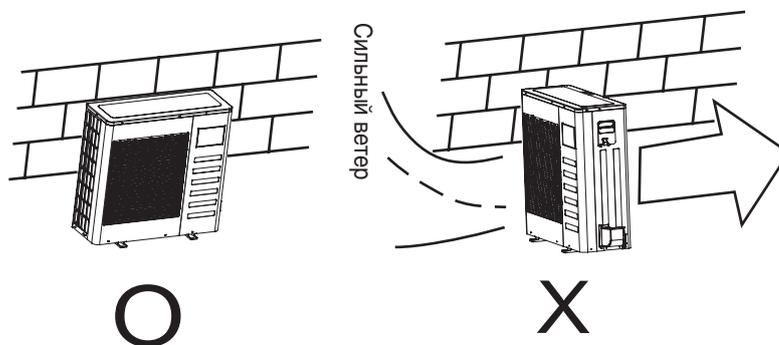

Рис. 2.20
- Минимально допустимые расстояния, указанные на монтажной схеме могут быть неприменимы в ситуации закрытого пространства. Необходимо, чтобы 2 из 3 сторон наружного блока были открыты (свободны от каких-либо преград или конструкций). (Рис.2.20)